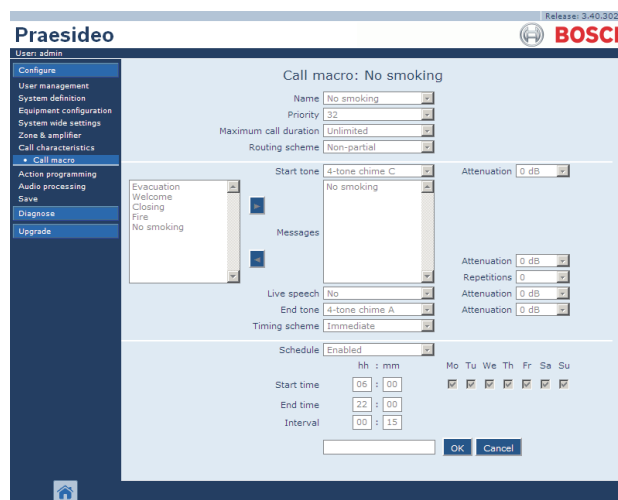

figura 47.3: Adicionar macro de chamadas, passo 2
- 2 Clique no botão *Add* para adicionar uma nova macro de chamadas. Aparece um ecrã semelhante ao da figura 47.3 na moldura principal da interface da Web.